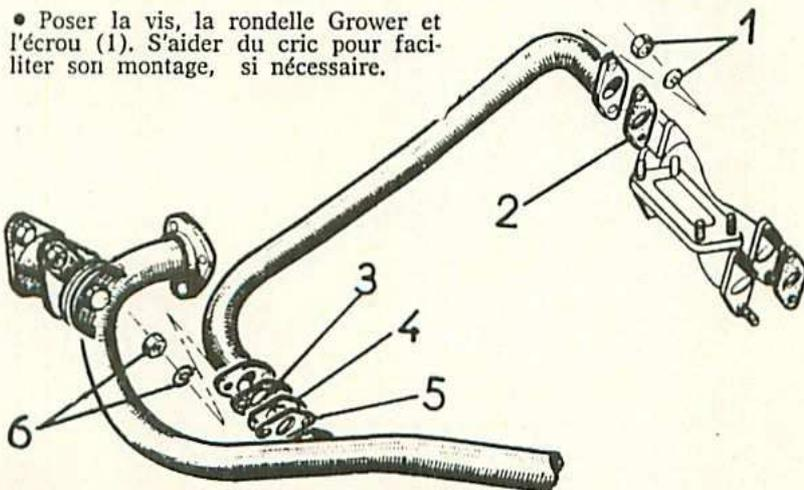
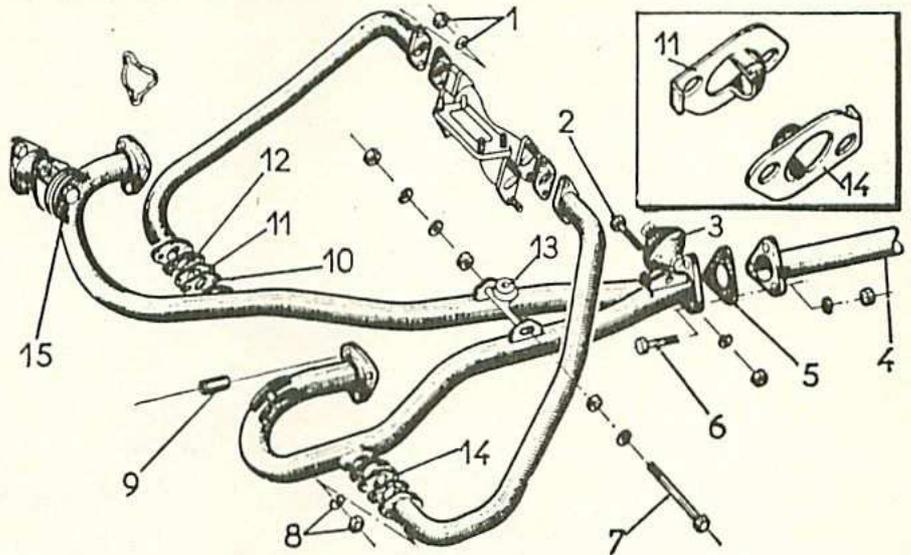

Fig. 6. — Dépose et pose tubulure de réchauffage sur voiture L1.
Fig. 7. — Orientation des déflecteurs de réchauffage.
- Bloquer la vis (1) à  $5 \pm 0,5$  m. kg et la vis (3) à  $8 \pm 1$  m. kg. Dégager le cric.
- Sur la tubulure centrale d'admission, déposer les deux écrous et rondelles (1) fixant le tube de réchauffage (fig. 6).
- Sur la tubulure d'échappement, déposer les deux écrous et rondelles (6) fixant le tube de réchauffage.
- Dégager les tubes latéralement, retirer les joints (3) et (5), le déflecteur de réchauffage (4) puis le joint (2) sur la tubulure centrale.
- Vérifier l'état des joints (3), (5) et (2). Positionner le joint (2) sur les goujons de la tubulure centrale d'admission.
- Positionner le joint (5), le déflecteur (4), puis l'autre joint (3).
NB. — La position des déflecteurs de réchauffage est définie par la figure 7. Le déflecteur (11), hauteur d'écope 29 mm se monte côté droit, la patte repère se trouvant vers l'avant de la voiture le déflecteur (14) à gauche et dans l'autre sens.
- Poser le tube de réchauffage (écrous (4)) sans bloquer.
**Remarque.** — Attention à la position du déflecteur (fig. 7). Le déflecteur est intercalé entre deux joints (8).